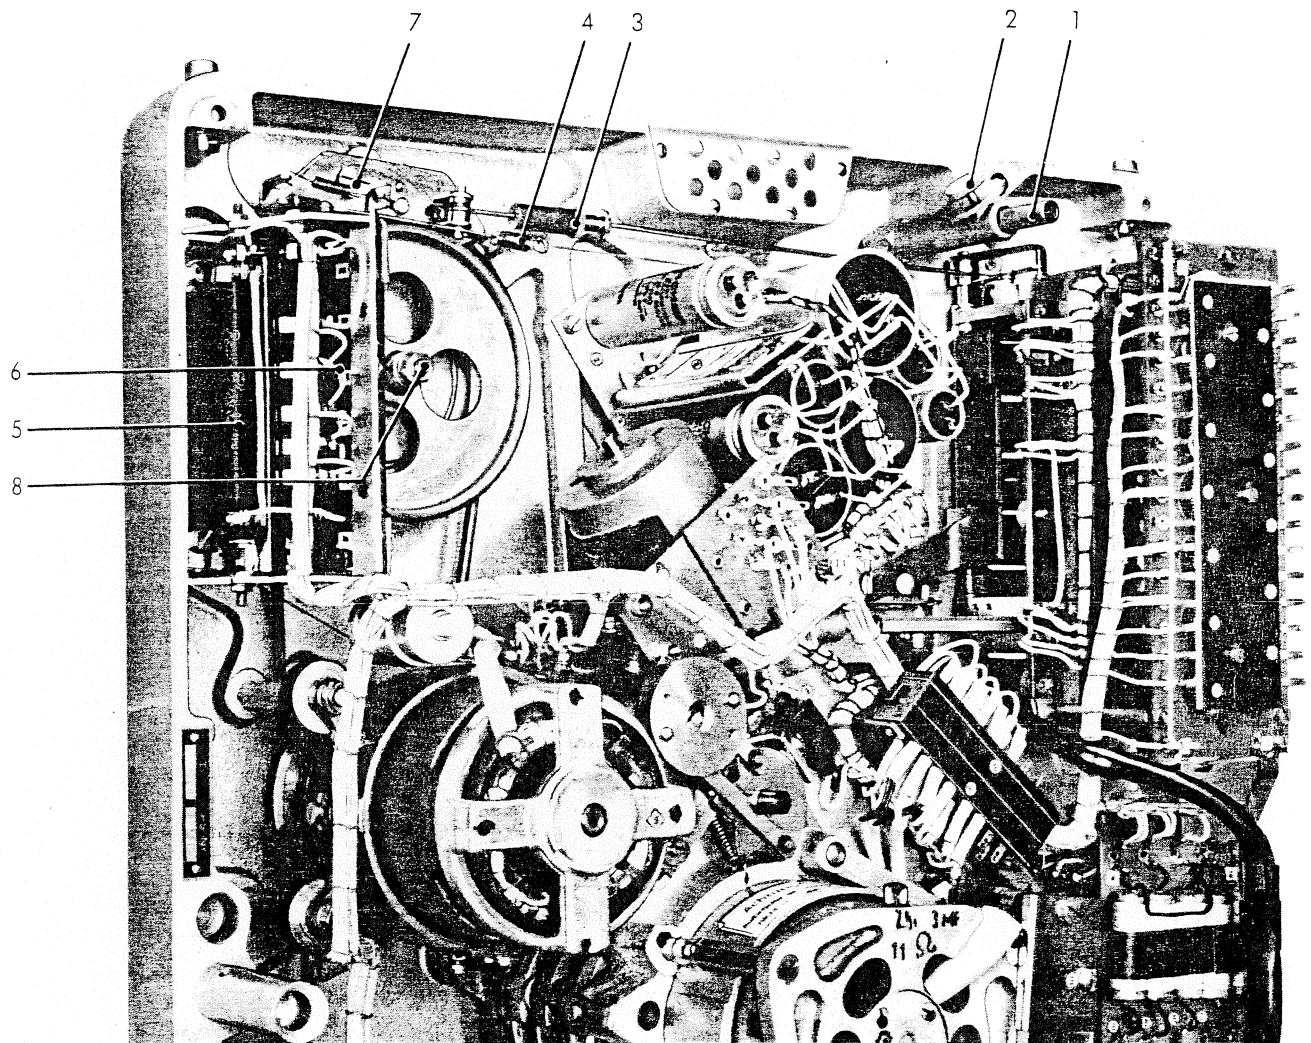

Bild 2 – Bandzugeinstellung –
- 14 Bandzugeinstellung (siehe Bild 2)